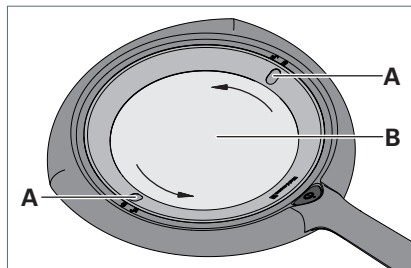

Fig. 5: Linse entnehmen.
- Drehen Sie den Ring mit den Vertiefungen **A** gegen den Uhrzeigersinn, bis zu den beiden Entriegelungssymbolen am Gehäuse, siehe Fig. 5.